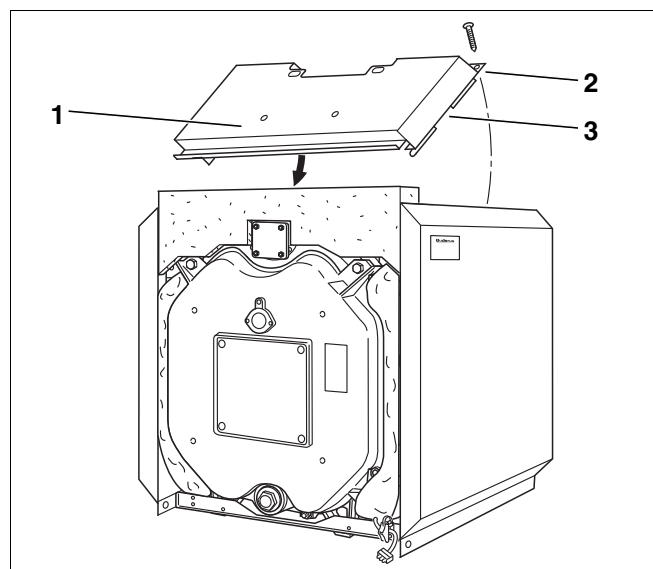

Fig. 36 Montage – capot avant
- Poser le capot avant (fig. 36, [1]) entre les panneaux latéraux de manière à ce que la découpe (fig. 36, [3]) passe au-delà de la traverse.
- Visser le capot sur l'arrière avec une vis à tête (fig. 36, [2]) pour chaque panneau latéral.